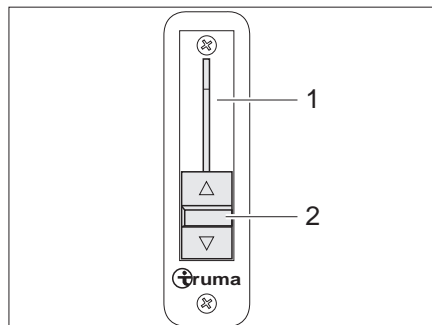

Bild 22 Strangsperr
Der Schieberegler (Bild 22,2) für die Strangsperr (Bild 22,1) befindet sich links außen am Armaturenbrett.
*Strangsperr schließen:* ■ Hebel (Bild 22,2) ganz nach unten schieben. Die Strangsperr ist geschlossen.